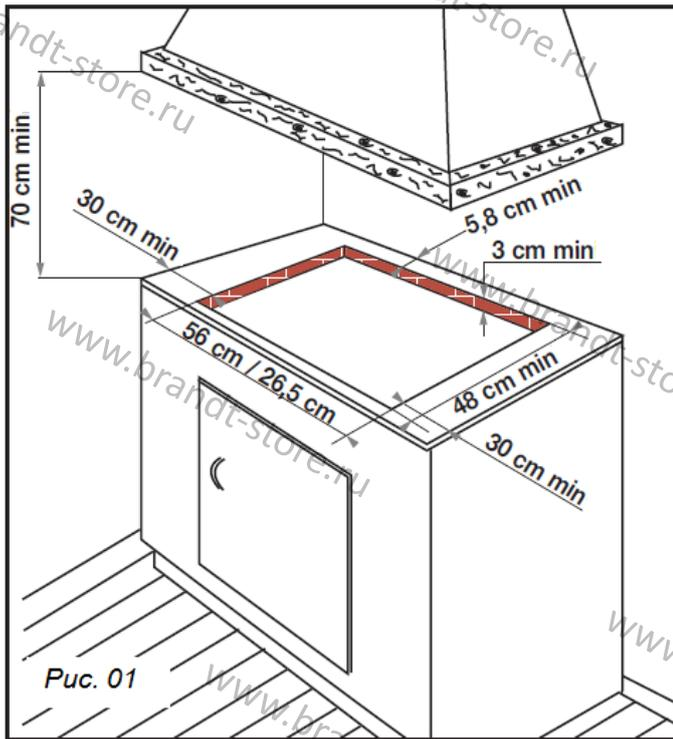

Рис. 01
- При желании Вы можете закрепить варочную панель при помощи входящих в комплект поставки креплений и винтов (Рис. 02), которые крепятся к корпусу в точках, обозначенных **A** на Рис. 01.